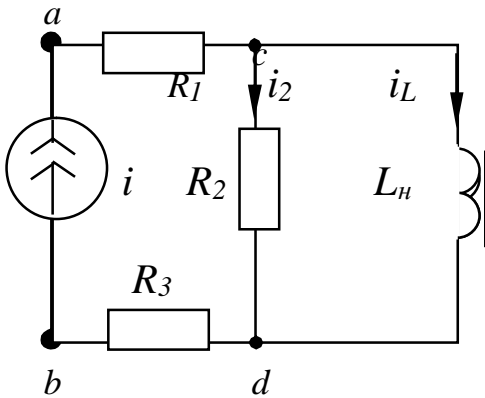
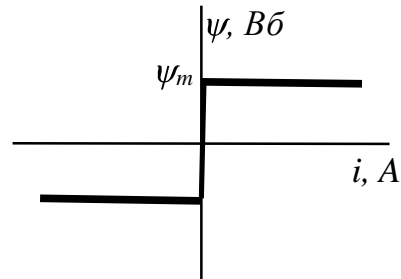
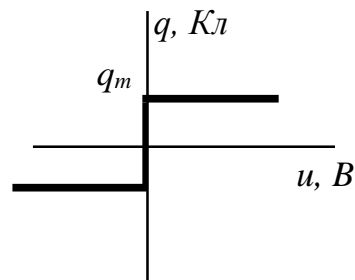

Рис. 12.1
Рис. 12.2
Рис. 13.2
12. Схема рис. 12.1 состоит из источника синусоидального тока $i = I_m \sin 1000t$, линейных активных сопротивлений R_1 , R_2 , R_2 и нелинейной индуктивности с вебер-амперной характеристикой, изображенной на рис. 12.2, где $\psi_m = 10 \text{ Вб}$, (ψ - потокосцепление, i - ток).
13. Схема рис. 12.1 состоит из источника синусоидального тока $i = I_m \sin 1000t$, линейных активных сопротивлений R_1, R_2, R_2 и нелинейной емкости C_n , кулон-вольтная характеристика которой приведена на рис. 13.2. $q_m = 10^{-5} Кл$ (q – заряд, u – напряжение).